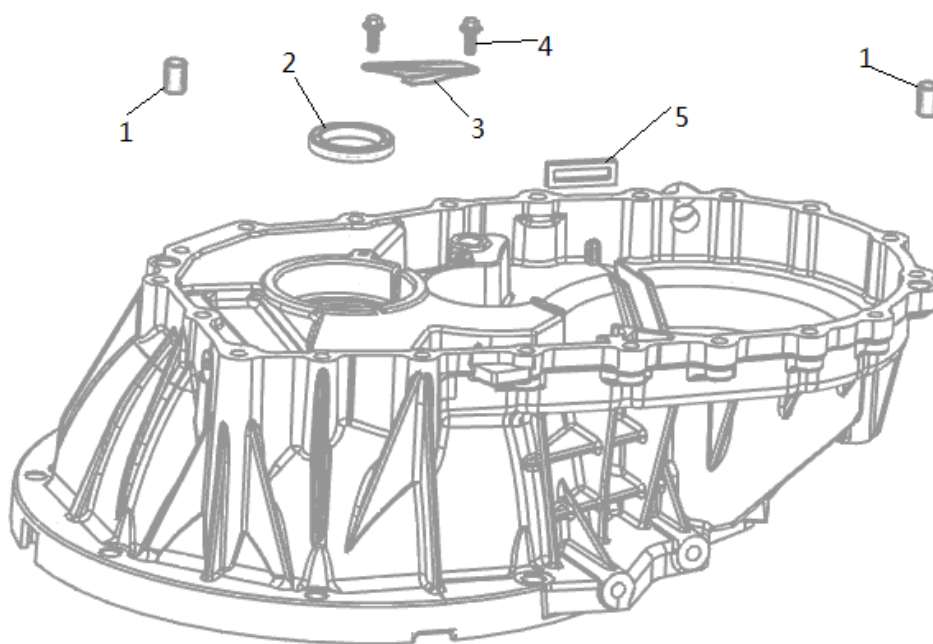

图18
b) 检查定位销（1）、主轴油封（2）、磁铁（5）是否有损坏，如果有损坏，请将损坏零部件从前箱体中取出，更换相应的完好零部件；拧开用于固定挡油板（3）的 M6X16 六角法兰面螺栓（4），将挡油板（3）从前箱体中取出，检查螺栓及挡油板是否有损坏，如果已损坏，请更换形同规格的完好零部件；（见图 18）